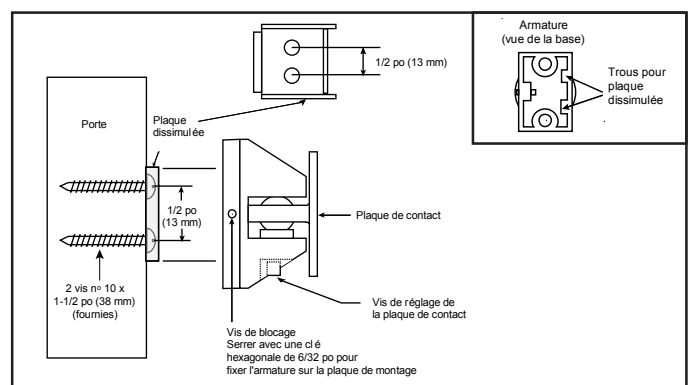

Figure 6. Fixation avec plaque dissimulée
- b. **Montage avec plaque dissimulée (Fig. 6).** Marquez deux points, pour des trous de 1/8 po, à une distance de 1/2 po l'un de l'autre et centrés par rapport aux points marqués à l'étape 3. Marquez ces nouveaux points au pointeau et percez dans chacun un trou de 1/8 po de diamètre sur 1-1/4 po de profondeur. Fixez la plaque dissimulée au moyen des deux vis n° 10 x 1-1/2 po fournies.
Alignez les trous pour la plaque dissimulée dans la base de l'armature avec les tiges de la plaque de montage. La vis de réglage de la plaque de contact étant vers le bas, fixez l'armature à la porte en serrant la vis de blocage (Fig. 6).